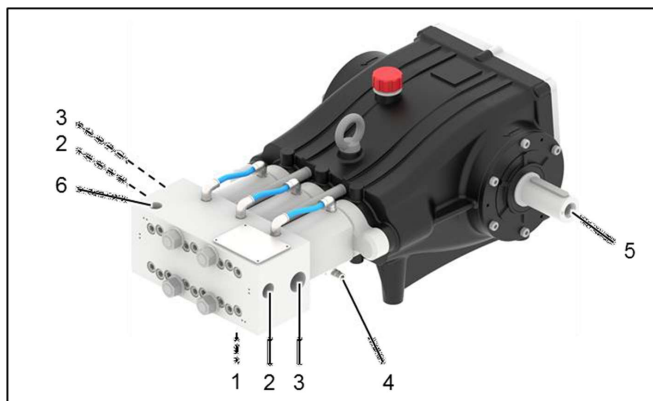

Figure 13 : Interfaces de la pompe (image similaire)
1. Raccorder les tuyaux comme indiqué sur la figure 13. Nous recommandons l'utilisation de tuyaux flexibles afin d'éviter la transmission de vibrations.
3. Les vannes de purge (automatiques) sont recommandées pour la purge de l'eau. Un raccord G1" est nécessaire pour connecter la ligne de pression d'entrée (voir Figure 13 : Position 3). Pour le raccordement de la ligne haute pression, un raccord de M24x1,5 est nécessaire (voir Figure 13) : Position 2). En outre, il faut utiliser des fixations pour les tuyaux flexibles.